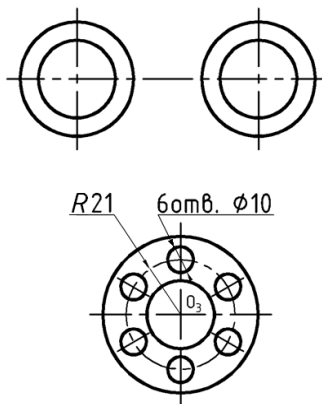

Рис. 86. Результат использования команды Массив (*Array*)
3. Командой *Array* (*Массив*) создать шесть окружностей радиусом 5 мм, равномерно распределенных по окружности радиусом 21 мм (рис. 86):